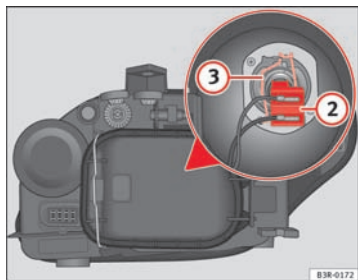

Fig. 211 Feux de croisement
- Retirez le connecteur ⇒ fig. 211 ② de l'ampoule.
- Décrochez le ressort entrebâilleur ⇒ fig. 211 ③ en le pressant vers l'intérieur et vers la droite.